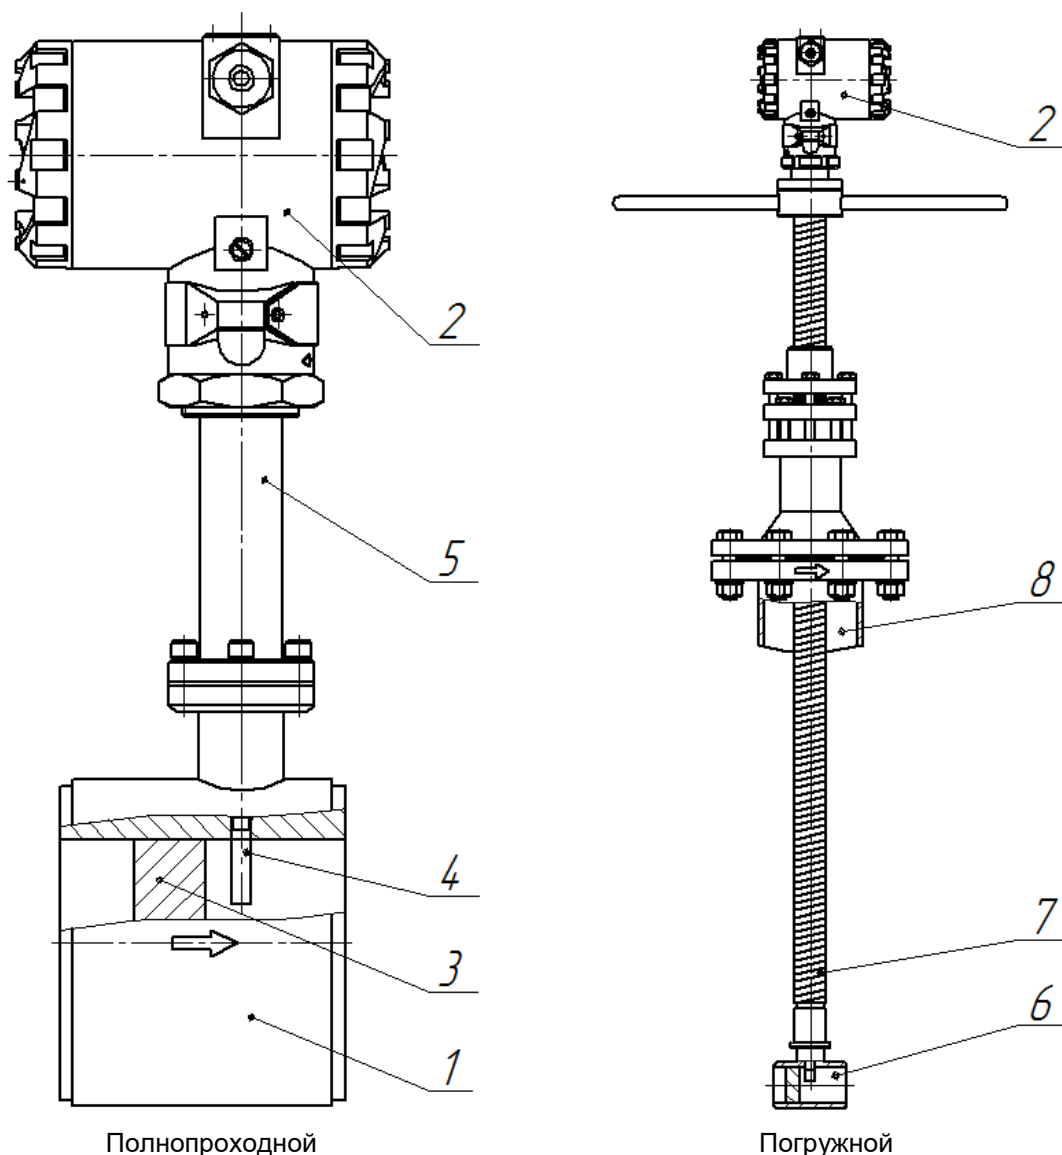

Рисунок 3.1 – Устройство преобразователей расхода
Преобразователи по методу измерения подразделяются на полнопроходные (ЭВ-200) и погружные (ЭВ-205). Полнопроходной преобразователь (см. **рисунок 3.1**) состоит из проточной части (1) и электронного блока (2). Проточная часть представляет собой полый цилиндр, в поперечном сечении которого установлено тело обтекания (3). За телом обтекания расположен чувствительный элемент (4) (сенсор). Электронный блок (2) крепится на цилиндре проточной части с помощью трубчатой стойки (5). Электронные платы размещены в электронном блоке.
Погружной преобразователь (см. **рисунок 3.1**) состоит из датчика (6), штанги (7), приварного патрубка (8) и электронного блока (2). Датчик конструктивно выполнен как проточный вихревой расходомер и измеряет скорость потока в одной точке.